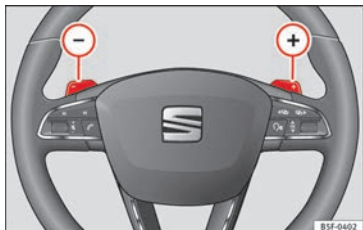

Fig. 175 Volante: leve per il cambio automatico.
- Premere la leva a bilanciere del cambio (+) per inserire una marcia superiore »» fig. 175.